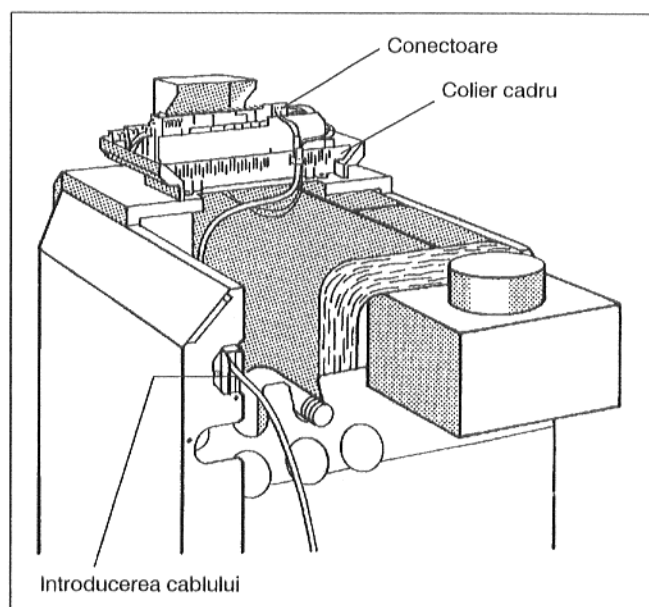
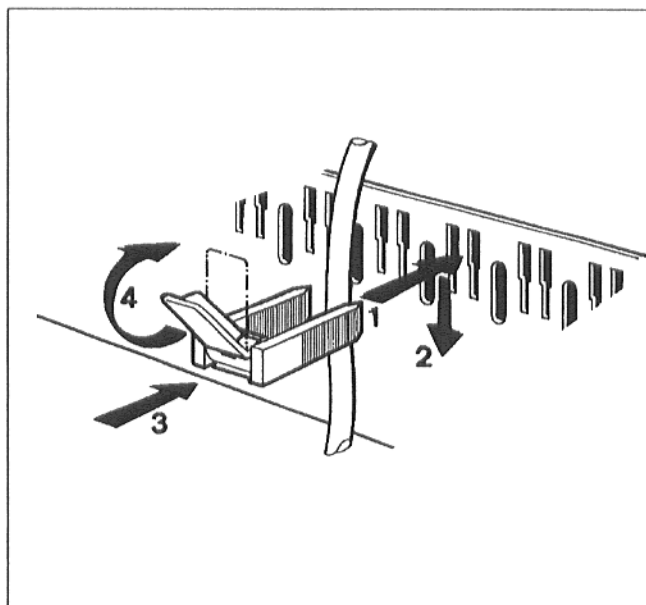

Fig. 18: Suport de cablu și conectoare
Fig. 19: Cablul se asigură cu brățara de cablu
- Cablurile de racord la rețeaua electrică și cablu de racord al sistemului de supraveghere a gazelor de ardere se aduc din spate prin introducerea cablului la aparatul de reglare (Fig. 18).
- Trebuie stabilite racordurile electrice la conectoarele aparatului de reglare după planul de conexiuni (Fig. 18).
Se așează brățara de cablu cu cablu introdus pe sus în fanta colierului cadru și (Fig.18); piesa componentă a brățării care se poate roti trebuie să fie în poziție verticală. Se presează și se împinge în jos brățara de cablu. Piesa componentă a brățării care se poate roti se fixează în poziție verticală (Fig.19).